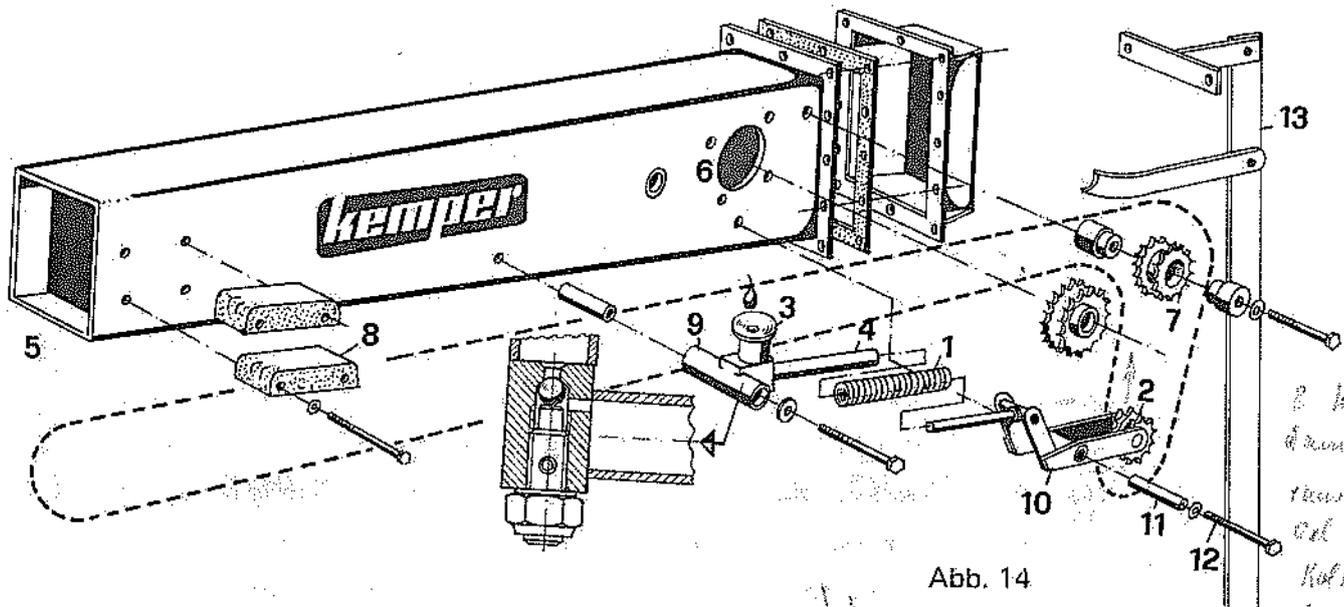

Abb. 14
12.3. Der Antriebsbalken für Seitenfahrt (Abb. 14)